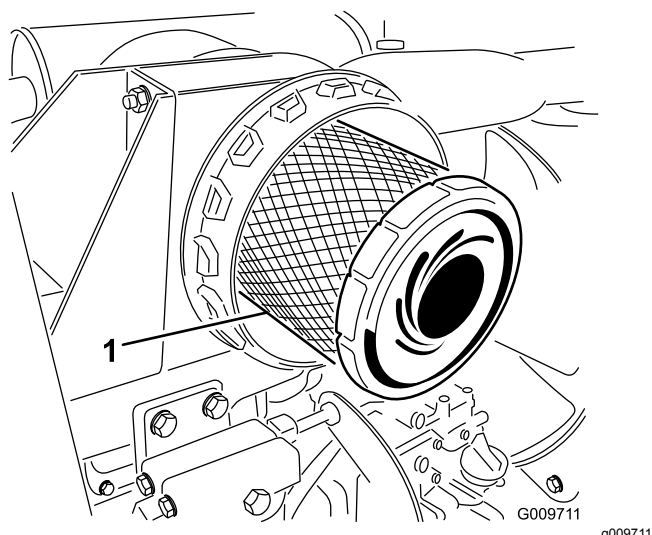

Figure 51
4. Déposez et remplacez le préfiltre (Figure 51).